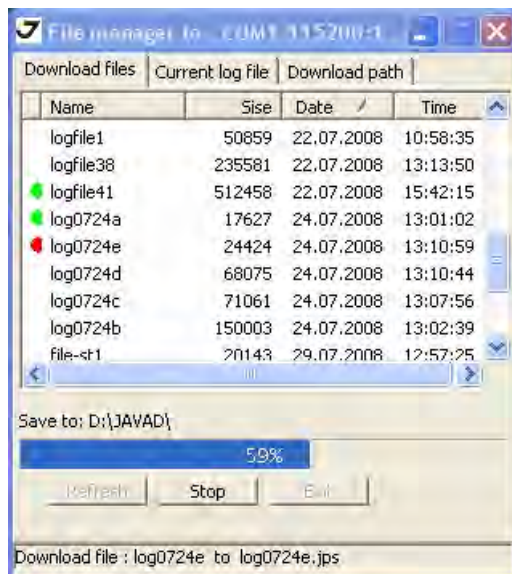

Рисунок 5-4. Download Files – Статус
7. Нажмите кнопку *Download*. Во время процесса выгрузки индикатор состояния будет отображать для каждого файла следующее (Рисунок 5-4 на стр. 76):